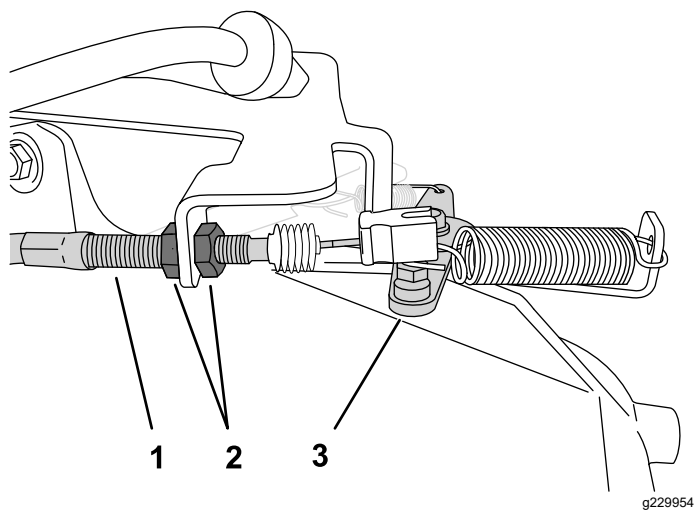

Figura 42
2. En la carcasa del cable del acelerador, afloje la contratuerca delantera y apriete la contratuerca trasera para aumentar el ralentí bajo (Figura 42).